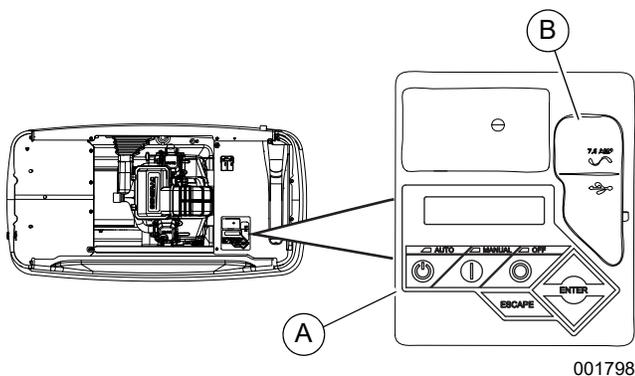

Figure 3-8. Panneau de commande de la génératrice
Voir la **Figure 3-8**. L'interface du panneau de commande (A) se situe en dessous du couvercle de l'enceinte. Avant de soulever le couvercle de l'enceinte, vérifiez systématiquement que les loquets latéraux sont bien débloqués. Ouvrez le couvercle selon la procédure décrite à la section **Ouverture du couvercle**.